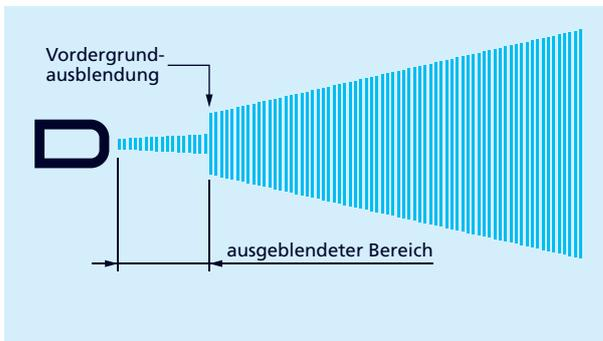

Bild 12: Messkonfiguration – Vordergrundausblendung
– von der Blindzone bis zum eingestellten Wert – das Echo-signal unterdrückt (vgl. Bild 12).